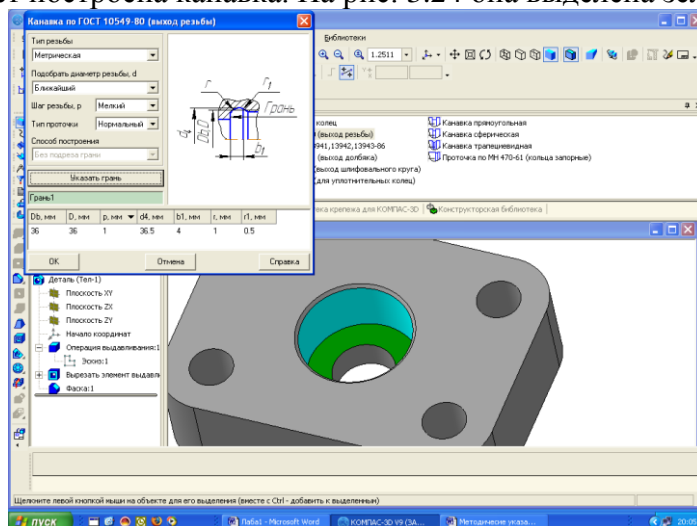

Рис. 3.24. Моделирование канавки (проточки) для выхода резьбонарезного инструмента
3. Нажмите на клавишу **Указать грань**. В окне документа укажите базовую грань, рядом с которой будет построена канавка. На рис. 3.24 она выделена зеленым цветом.